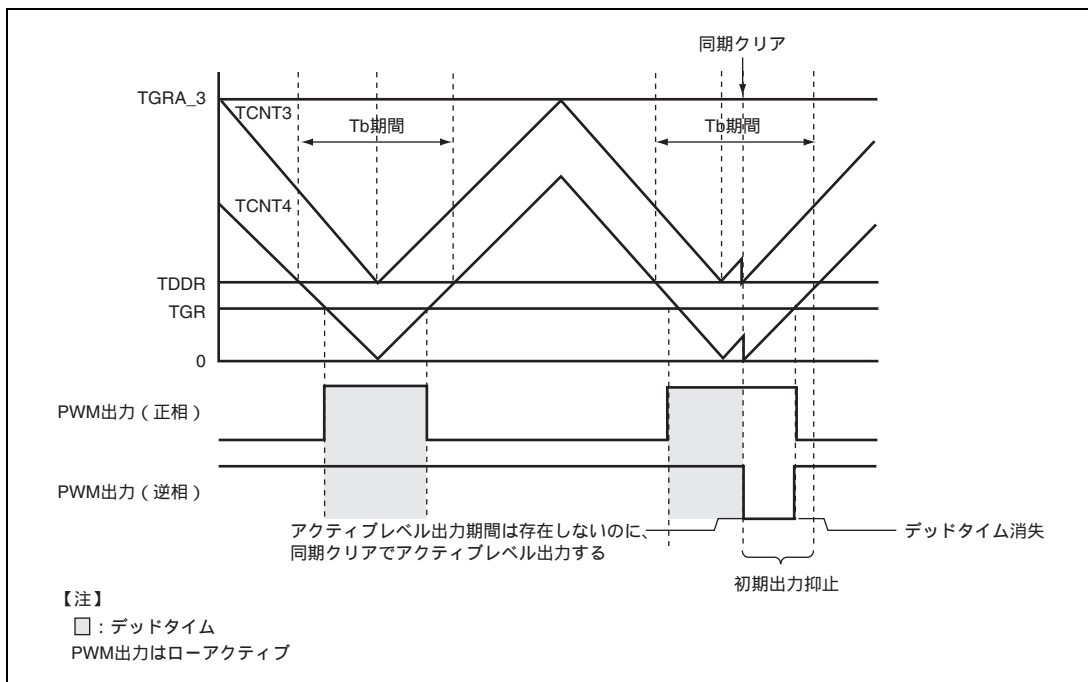

図 12.138 条件 (2) のクリア例
条件 (2) : 初期出力の抑止期間 、にて、TGRB_3 TDDR、TGRA_4 TDDR、TGRB_4 TDDR のいずれかが成立する状態で同期クリアする (図 12.138)。